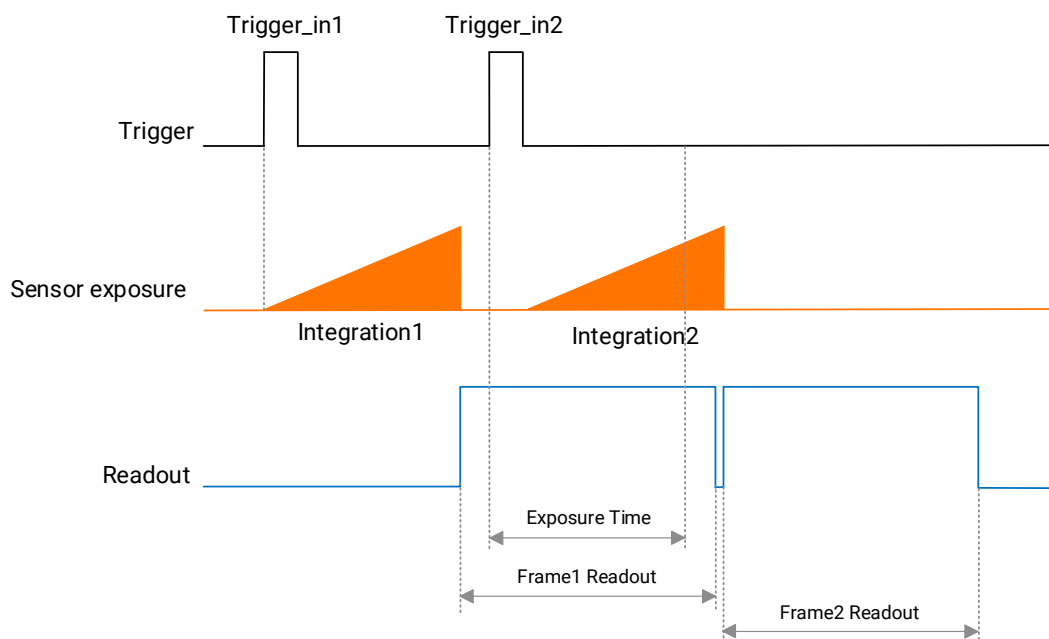

图6-17 第2帧曝光移动处理时序
- 若第2个触发信号第1帧图像的曝光结束时间早于设备当前第1个触发信号最后1帧出图时间，则设备内部会做处理，将第2个触发信号第1帧图像的曝光开始时间推迟，确保第2个触发信号第1帧图像的曝光结束时间不早于第1个触发信号最后1帧的出图时间，如图6-17所示。